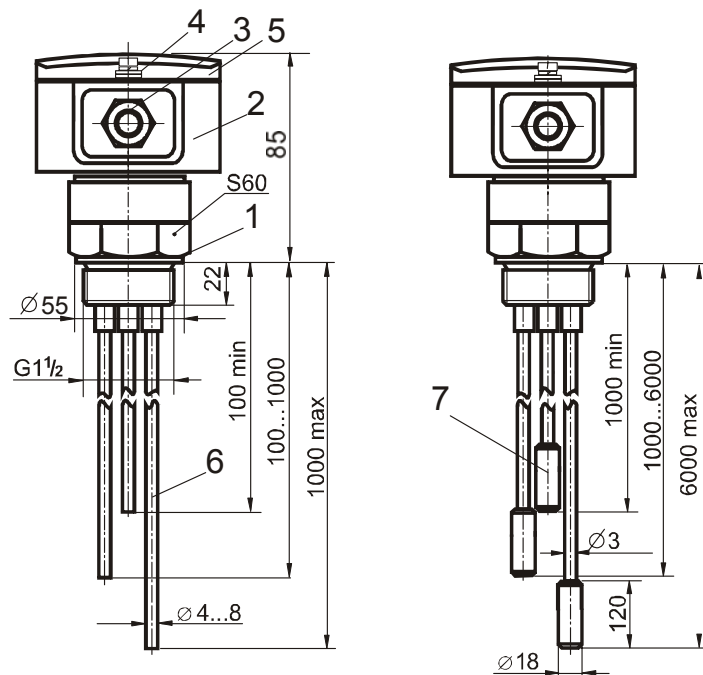
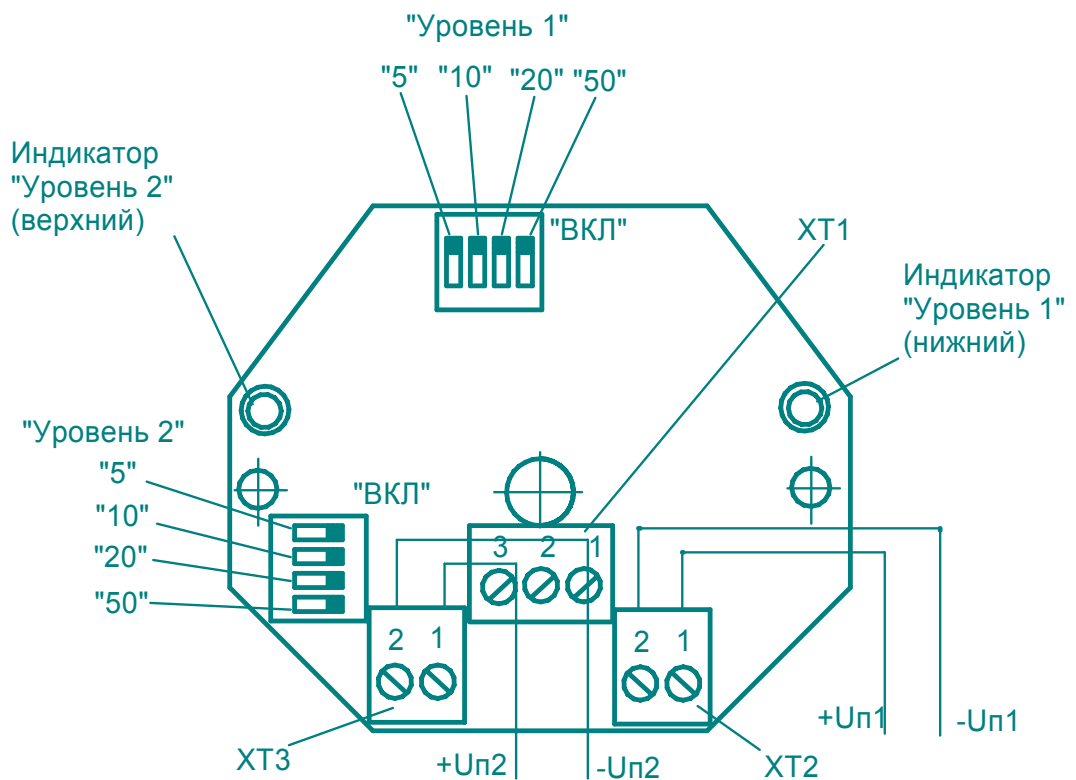

Рисунок 16 – Трехэлектродные датчики ЗКС1ХПИХ и ЗКС22ПИХ
Рисунок 18 – Внешний вид электронного модуля датчика 3КСХХПИХ
3.3.5 Трехэлектродные датчики (рисунок 16) состоят из штуцера 1, имеющего соединительную резьбу  $G1\frac{1}{2}$ , с закрепленным на нем корпусом 2, имеющим кабельный ввод 3. Корпус трехэлектродного датчика имеет зажим заземления 4 и закрыт крышкой 5. На штуцере располагаются стержни 6 стержневого чувствительного элемента или тросы, снабженные грузами 7 на концах, гибкого ЧЭ. В корпусе установлен электронный модуль (рисунок 18) с индикаторами, блоками переключателей, и клемными блоками, предназначенными для подключения датчика.